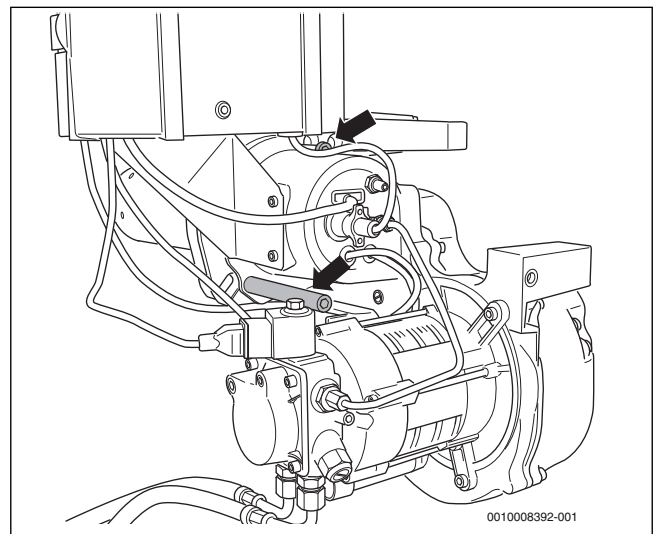

Fig. 32 Soltar los tornillos de la fijación de la brida
- ▶ Suelte los dos tornillos de la fijación de la brida (→fig. 32, flechas).